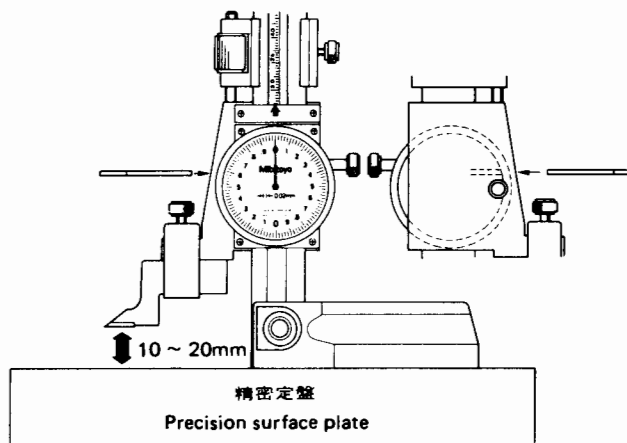
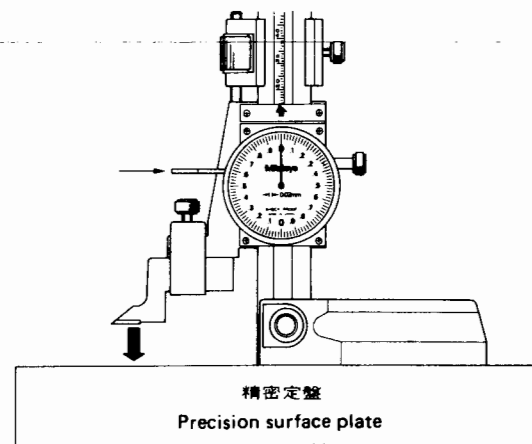

Fig. 7
Fig. 8
- ① ラックをきれいにします。
- ② スライダ裏面の外枠クランプネジをゆるめて外枠を回しダイヤルのゼロ目盛が真上にくるようにセットします。それから外枠クランプネジを締め外枠をクランプします。
- ③ スライダを20mm程度上にスライドさせ指針をダイヤルのゼロ目盛に合わせます。
- ④ ダイヤル裏面の溝にアジャスタをさし込みます(Fig.7)。そのままアジャスタを押して、指針が動かないようにゆっくりとスライダを下げ、スクライバの測定面を精密定盤に密着させます(Fig.8)。
- ⑤ アジャスタを抜き取り、指針がダイヤルのゼロ目盛に一致していることを確認します。そうでない場合、手順③～⑤を繰り返します。
- ① Clean the rack.
- ② Loosen the bezel clamp screw, and rotate the bezel to bring zero to the dial top. Then, tighten the clamp screw.
- ③ Bring the slider up by about 20mm (1") and set the pointer just on the zero.
- ④ Insert the adjuster into the groove on the rear side of the slider (Fig. 7). Keep pressing the adjuster so that the pointer will not move, and feed the slider down slowly until the scriber just rests on the surface plate.
- ⑤ Remove the adjuster and check that the pointer is just on the zero. If not, repeat the steps ③ thru ⑤ until the pointer comes to the zero of dial.